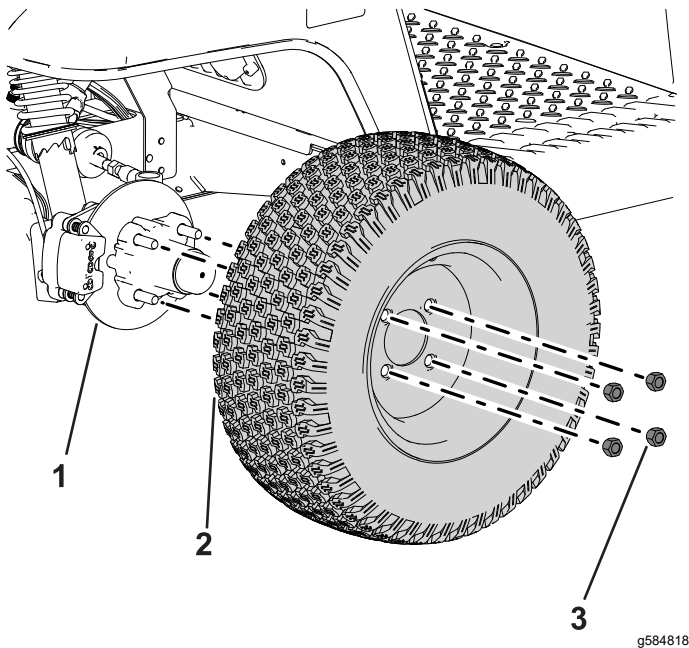

Bild 34
2. Nehmen Sie die vier Radmutter ab, mit denen das Rad an der Radnabe befestigt ist (Bild 34).
4. Fluchten Sie die Löcher im Rad mit den Bolzen der Nabe aus und montieren das Rad so an der Nabe, dass das Reifenventil außen ist (Bild 34).
5. Befestigen Sie das Rad mit den Radmuttern an der Nabe (Bild 34).